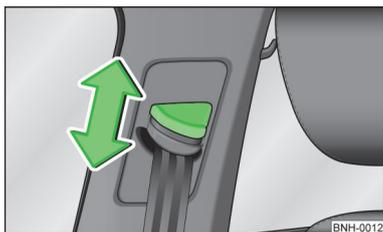

Abb. 163
- Den Umlenkbeschlag drücken und in die gewünschte Richtung nach oben oder unten schieben » Abb. 163.